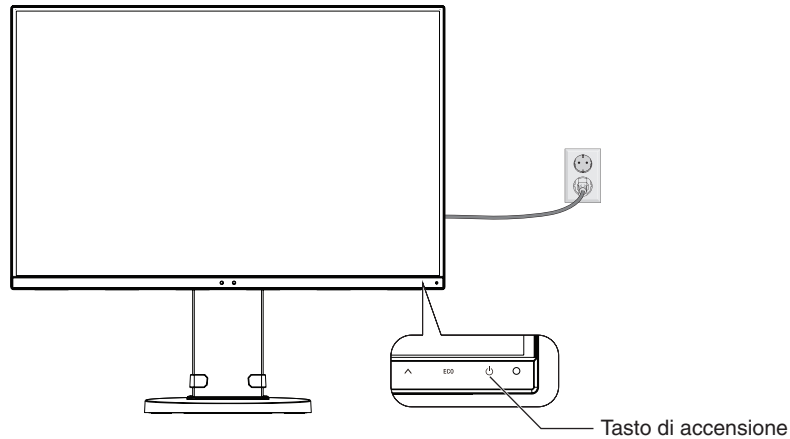

Figura E.1
8. Accendere il computer e il monitor toccando il pulsante di accensione sulla parte anteriore (**Figura E.1**).